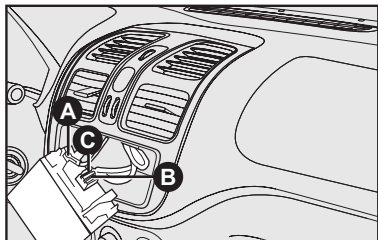

fig. 93
- cabo e plugue de alimentação elétrica para o autorrádio **C-fig. 93**.
- cabo e conector para antena de teto **A-fig. 93**.
- cabos e plugue para conexão dos alto-falantes e tweeters **B-fig. 93**.
- cabo de alimentação do autorrádio **C-fig. 93**.
- cabo para alto-falante dianteiro e traseiro **B-fig. 93**.